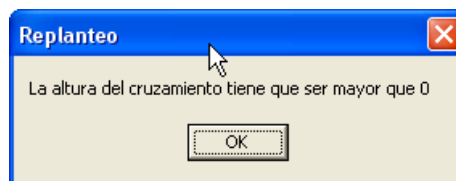

Figura 11.20.
- Figura 11.20: no necesita comentario.